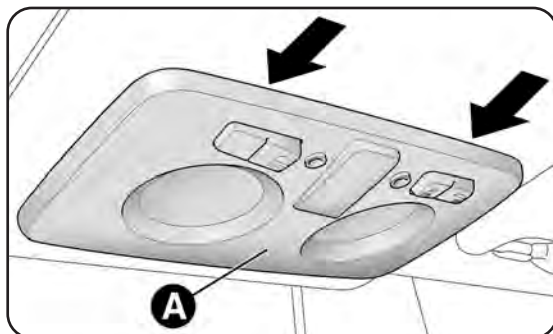
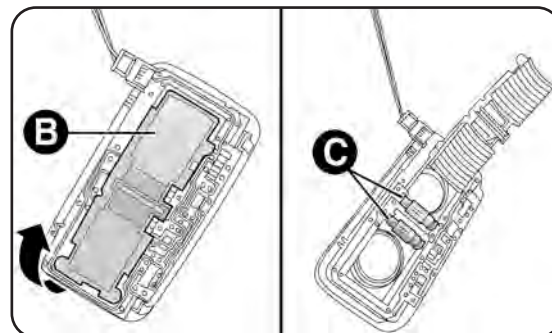

fig. 141
fig. 142
- rimuovi la plafoniera A-fig. 141 agendo nei punti indicati dalle frecce;
- apri lo sportellino B-fig. 142 sostituisci le lampade C svincolandole dai contatti laterali. Accertati poi che le nuove lampade risultino correttamente bloccate tra i contatti stessi;
- richiudi lo sportellino B-fig. 142 e fissa la plafoniera A-fig. 141 nella sua sede accertati dell'avvenuto bloccaggio.